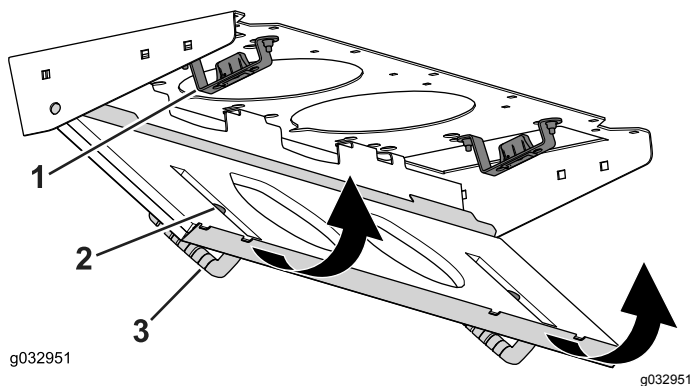

Figura 137
4. Rode o painel de filtro em volta das patilhas até que a lingueta entre no conjunto de montagem do trinco (Figura 137).